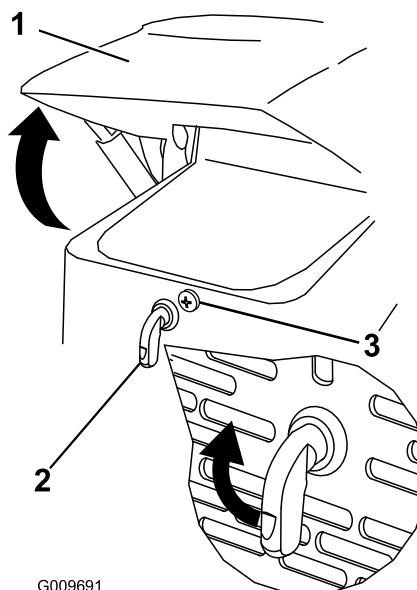

Рисунок 24
1. Ослабьте запорный винт капота (Рисунок 24)
2. Поверните защелку капота по часовой стрелке (Рисунок 24).
3. Откиньте капот вверх (Рисунок 24).
3. Затяните запорный винт капота, чтобы закрепить защелку (Рисунок 24).